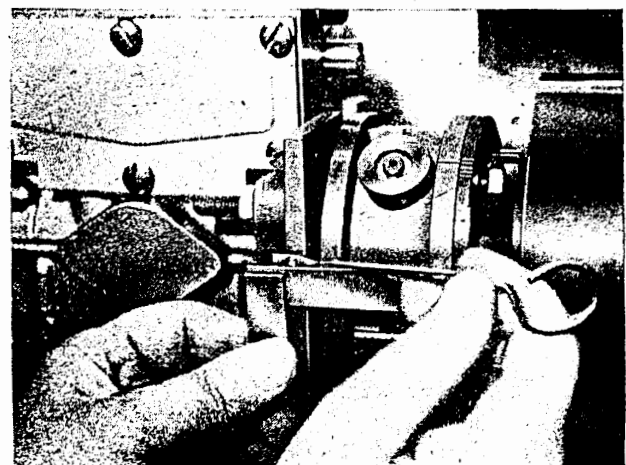

Bild M 200. Förderbeginn des Zylinders 1 markieren
3. Bei Förderbeginn des Zylinders 1 der Einspritzpumpe einen Strich mit Reißnadel und Lineal zu einem festangebrachten Zeiger auf dem Verstellkörper ziehen (Bild M 200).